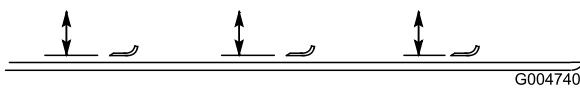

Figura 84
2. Girate la lama fino a disporla in parallelo con la lunghezza della macchina (Figura 84). Misurate la distanza tra l'interno dell'apparato di taglio e il tagliente sulla parte anteriore della lama. Ricordate questa misura.